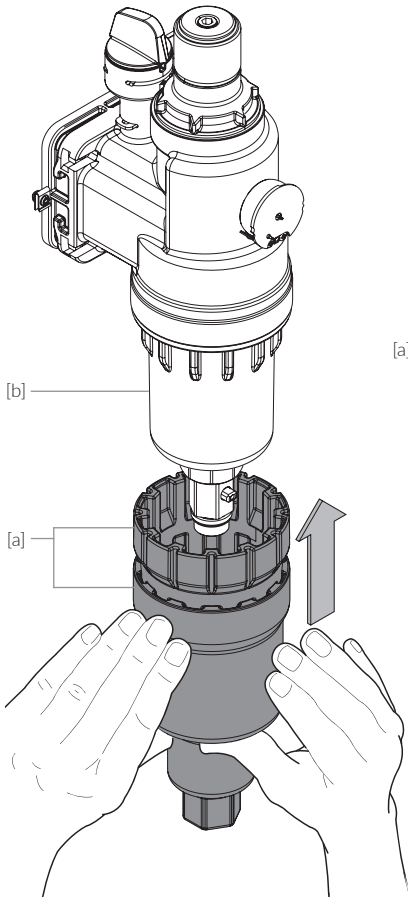

Abb. 9.13
- / Abb. 9.13: CONEL Wartungsnuss Filtertasse DN20-32 [a] (siehe Kapitel 12, Ersatzteile), die aus zwei Einzelteilen besteht, von unten über die Filtertasse [b] führen